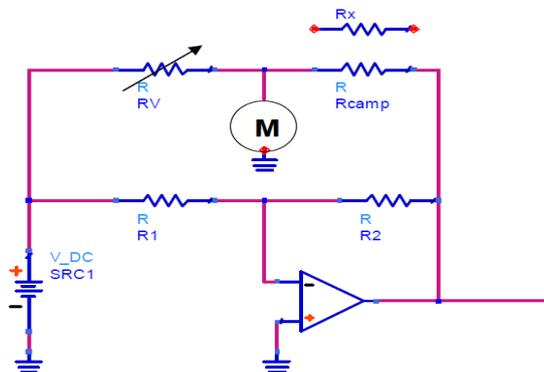

Figura6: Ponte ad amplificatore.
- Realizzare** il ponte ad amplificatore seguendo lo schema circuitale illustrato in **Figura6**, nel quale i valori dei componenti sono stati riportati nella seguente Tab.I.